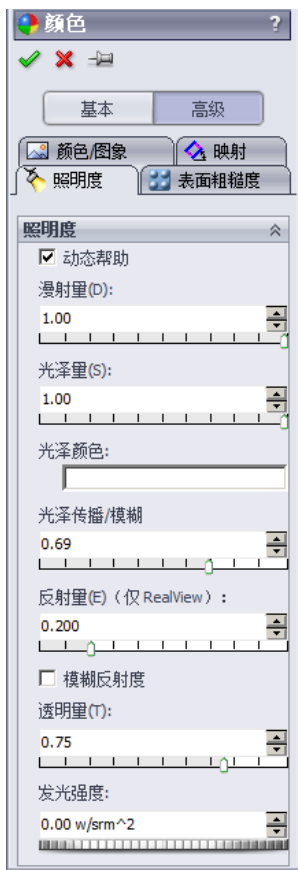

图 10.2.24 “高级”选项卡
Step4. 设置光学属性。单击  按钮，打开图 10.2.24 所示的“高级”选项卡；单击  选项卡，打开照明度区域，在  下的文本框中输入数值 0.75。